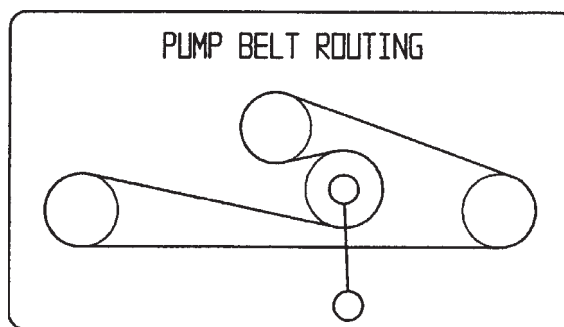

Figure 60
1. Abaissez la poulie de tension rappelée par ressort et enlevez la courroie des poulies du moteur et de la pompe hydraulique (Fig. 60). Retirez la courroie entre les poulies.
2. Installez la courroie neuve sur les poulies du moteur et de la pompe hydraulique (Fig. 60).
3. Abaissez la poulie de tension rappelée par ressort et alignez-la sous la courroie de transmission, puis relâchez-la (Fig. 60).